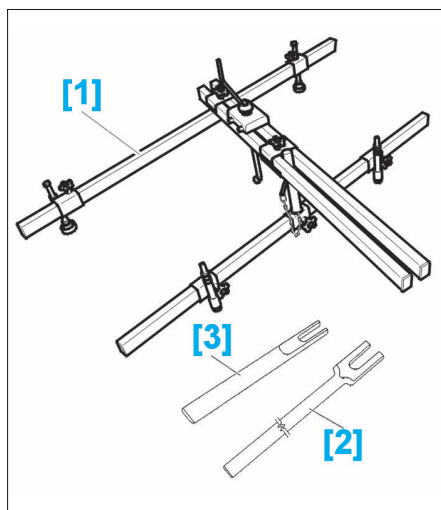
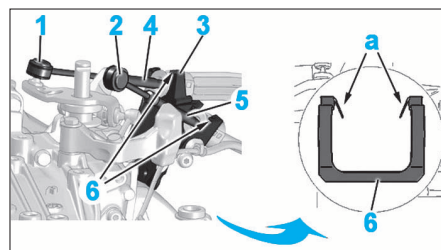

FIG. 1
FIG. 7
OUTILLAGE SPÉCIFIQUE (FIG.1)
- Désaccoupler les 2 rotules (1) et (2) (Fig.7) à l'aide des outils [2] et [3] (Fig.1).